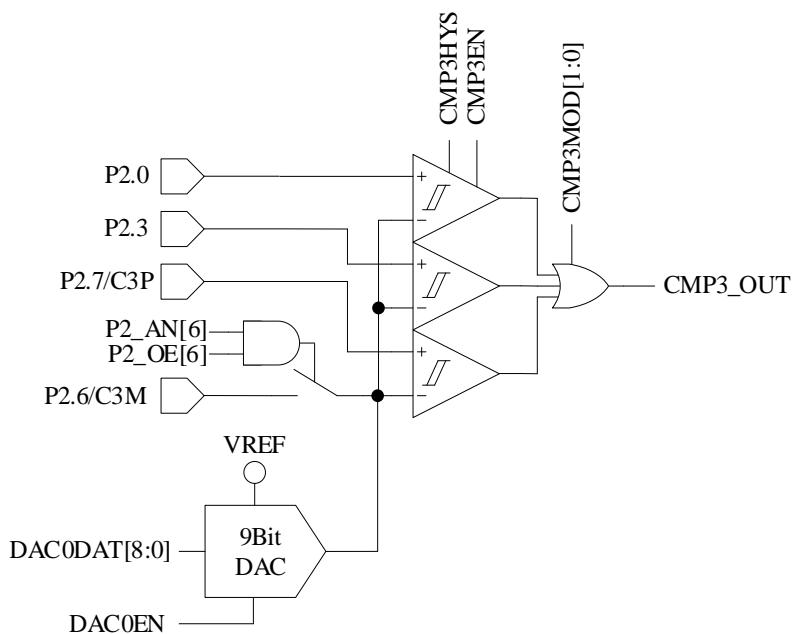

图 27-4 3 比较器输入模式
- 配置 CMP_CR1[CMP3MOD] = 1X，CMP3 为三比较器输入模式，具体输入输出端口及接法如图 27-4 所示